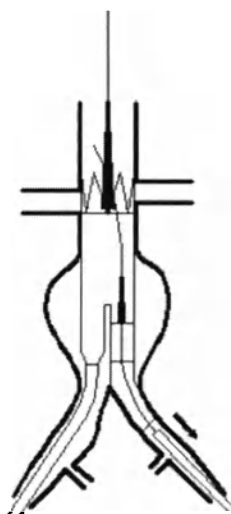

Рис. 11. Раскрытие стент-графта cuff в короткой бранше стент-графта AAA.
- Удалите внешний интродьюсер, чтобы под наблюдением раскрыть дополнительная бранша стент-графта cuff. После установки стента удалите систему доставки и проводник. (рис. 11).